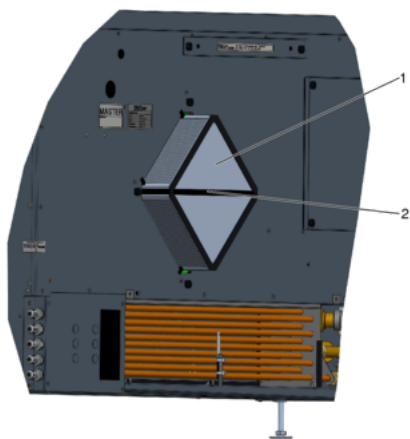

Abb. 40: Wärmerückgewinner demontieren
3. ▶ Wärmerückgewinner (Abb. 40 /1) an der Lasche (Abb. 40 /2) herausziehen.
Wärmerückgewinner (Abb. 40 /1) mit warmem Wasser (max. 40 °C) ausspülen (z. B. mit einem handelsüblichen Duschkopf).